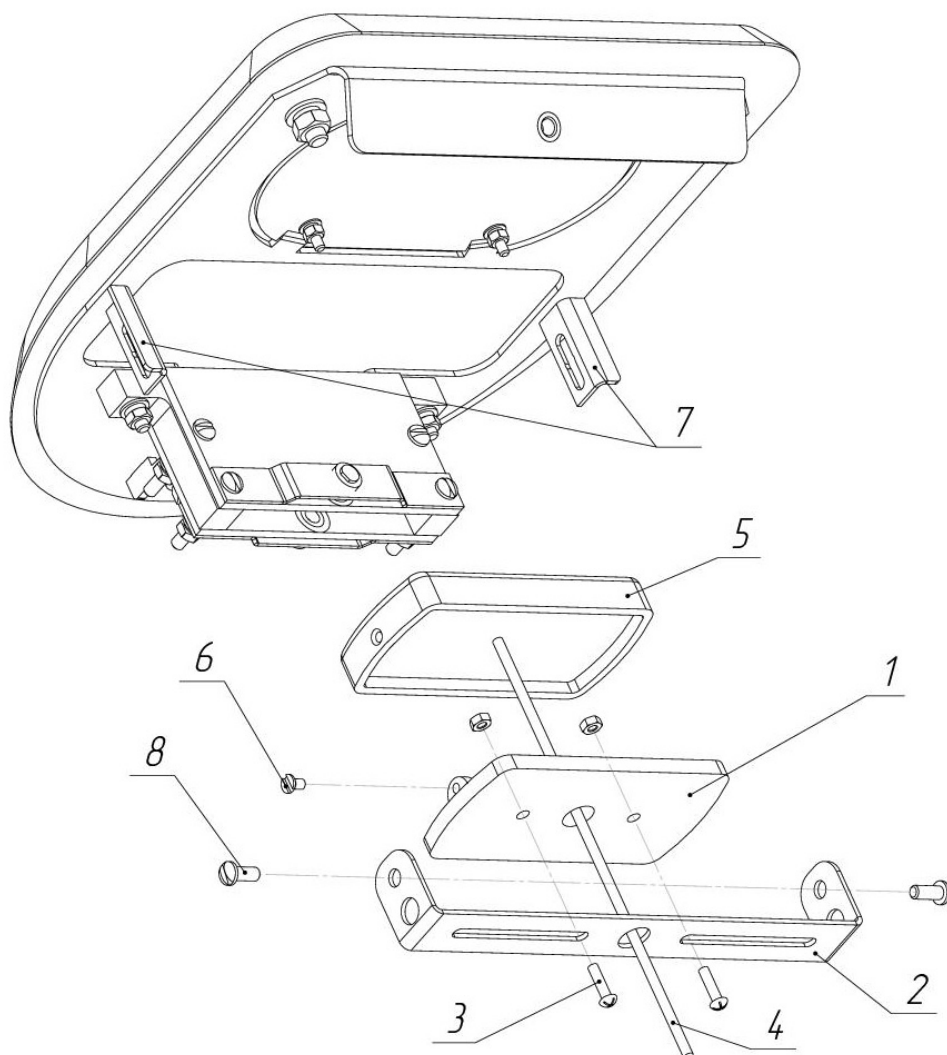
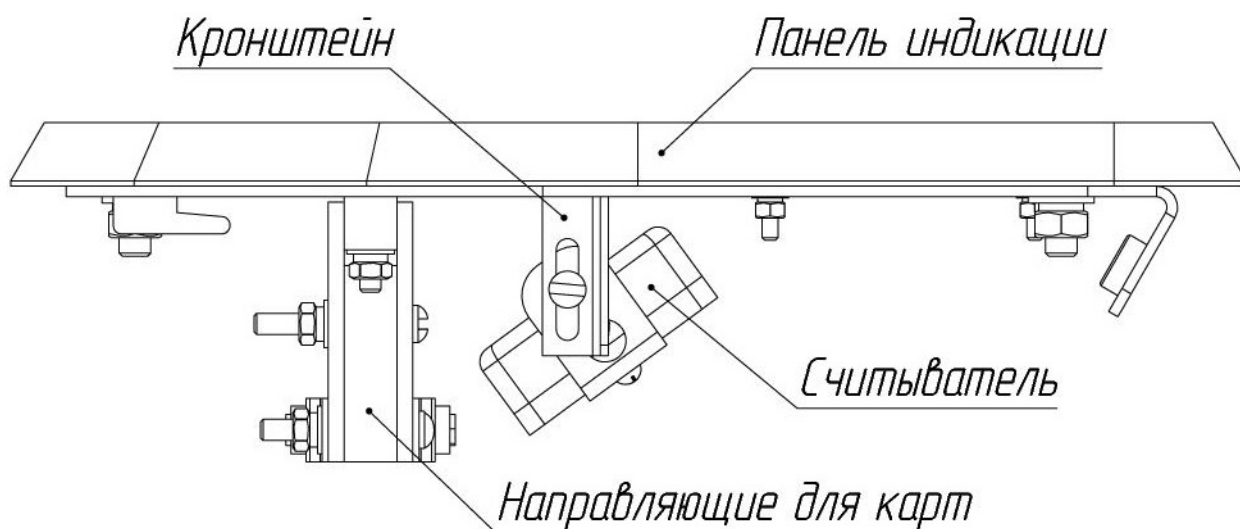

Рис. 16. . Схема установки считывателя бесконтактных карт
Рис. 17. Рекомендуемый вариант установки считывателя бесконтактных карт
6.5.3. Выкрутите 2 винта М4 (8, рис. 16) и снимите универсальный кронштейн для считывателей (2, рис. 16).
6.5.4. Разберите считыватель, выкрутив винт М3 (6, рис. 16), и установите его нижнюю часть (1, рис. 16) на кронштейн, используя крепеж два винта М4 с гайкой, гровер-шайбой и шайбой (3, рис. 16).
6.5.5. Заведите кабель считывателя (4, рис. 16) в отверстие кронштейна, установите верхнюю часть считывателя (5, рис. 16). Закрутите винт М3 (6, рис. 16).
6.5.6. Зафиксируйте кронштейн на держателях (7, рис. 16), используя винты М4 (8, рис. 16). Рекомендуется устанавливать считыватель под углом 40...50° к направляющим для карт (рис. 17). В этом случае гостевые и постоянные карты будут считываться одинаково хорошо.